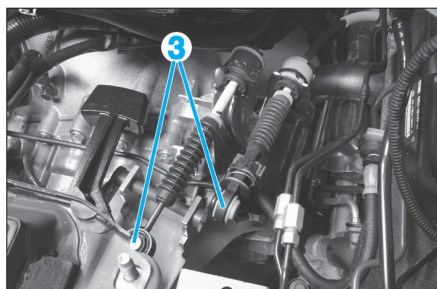

FIG. 5
- le silentbloc du support de boîte de vitesses (2).
- Désaccoupler de la boîte, les câbles de passage et de sélection (3) (Fig.5) de boîte de vitesses à l'aide de l'outil [1].
- Désaccoupler à l'aide de l'outil [1] les câbles de commande et de sélection (Fig.5) de la boîte de vitesses.